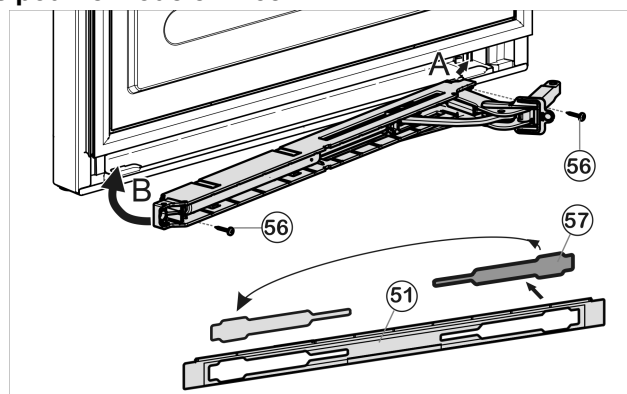

Fig. 23
- Détacher le cache Fig. 23 (57) du panneau Fig. 23 (51) et le remettre en place de l'autre côté.
- Encliqueter l'unité de l'amortisseur de fermeture avec l'articulation orientée vers le côté de la charnière (A) et bien la guider pour la repositionner (B).
- Visser à fond l'unité de l'amortisseur de fermeture (2 vis Torx 15) Fig. 23 (56).